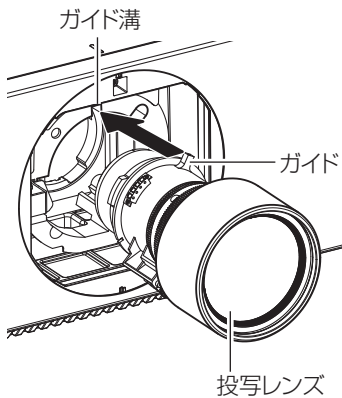

図1
- 1) 投写レンズカバーを取り外し、投写レンズのガイドを本体のガイド溝に合わせて奥まで差し込む（図 1）